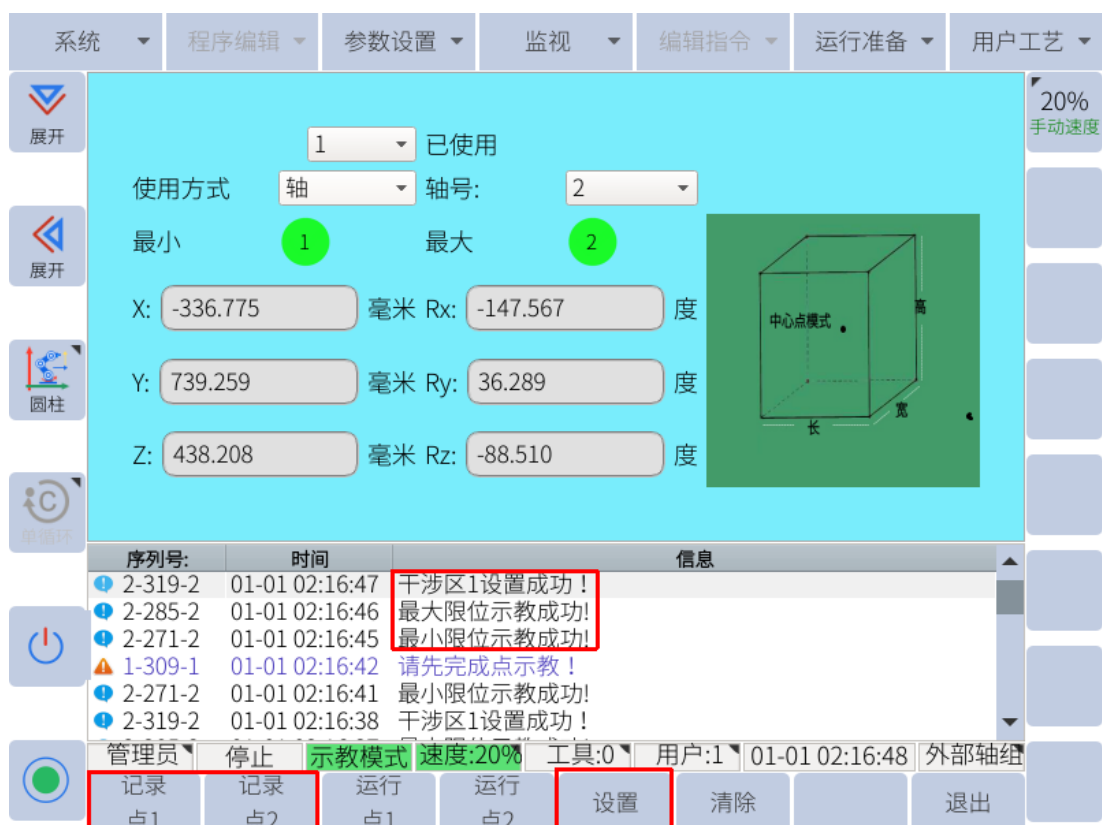

图 6-56：轴干涉区
5. 点击子菜单栏的“设置”，干涉区即设置成功，如图 6-56 所示。